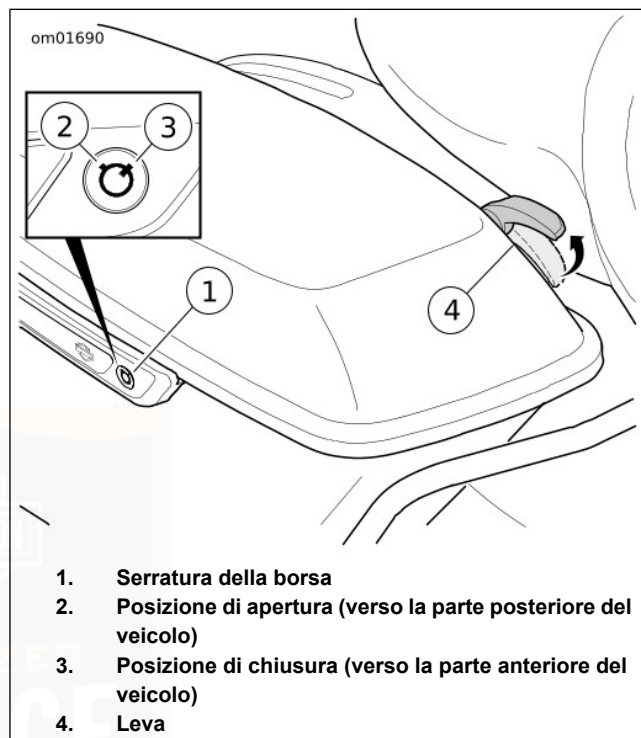

Figura 55. Borsa
1. Vedere Figura 55 . Aprire la serratura della sella con la chiave.
1. Vedere Figura 55 . Chiudere il coperchio della borsa.
1. Vedere Figura 55 . Aprire la borsa.